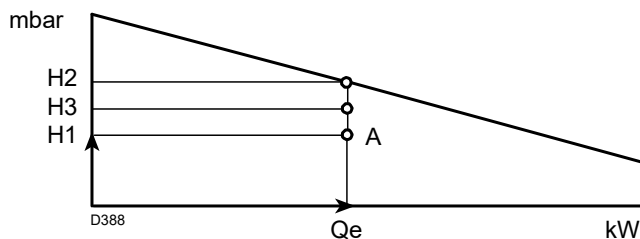

Fig. 4
- 4 Tracciare una verticale dal punto A (Fig. 4), e trovare la massima pressione H2 del campo di lavoro.
Se H3 è maggiore di H1 (Fig. 4), il bruciatore può erogare la portata richiesta.